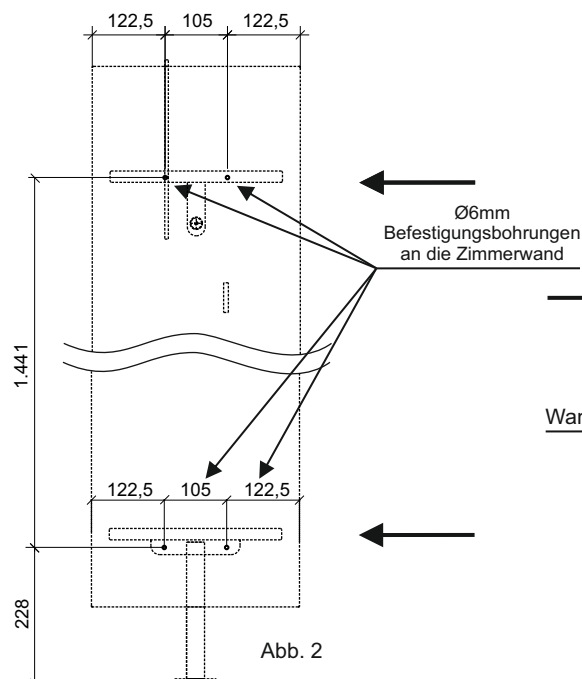

Abb. 2
- Bohren Sie entsprechend Abb. 2  $\text{\O}6\text{mm}$  Dübellöcher in die Zimmerwand.